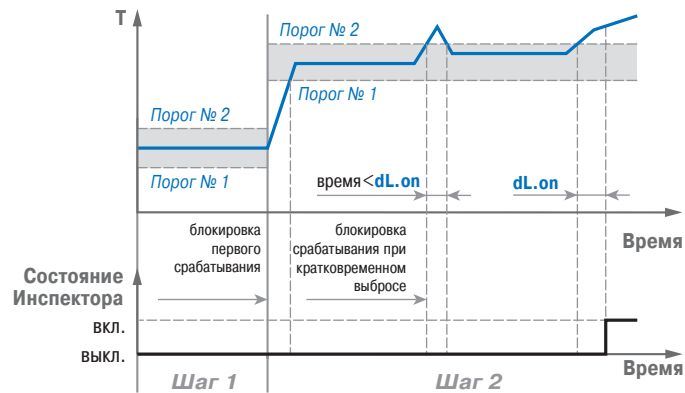

Рис. 7. Пример логики работы и блокировок срабатывания Инспектора
3.6.4.3. Пример логики работы Инспектора с блокировками изображен на рис. 7.